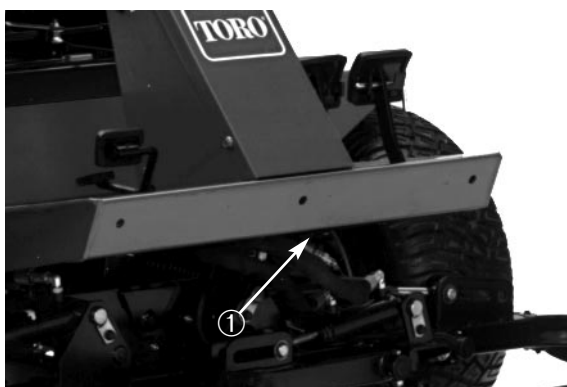

Fig. 22
2. Fastgør en egnet kæde, strop eller tov midt på forreste rammevange (Fig. 22).